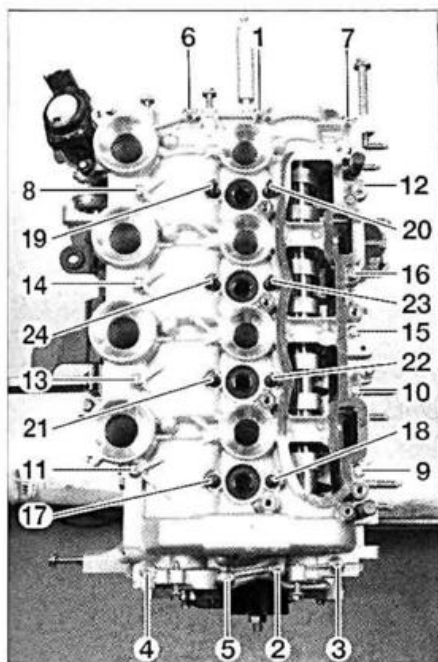

FIG. 49
- los tornillos de fijaciones del cárter superior de apoyos de ejes de levas en el orden indicado (fig. 49).